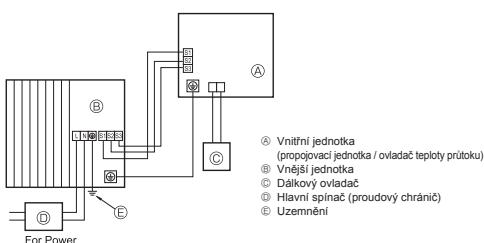
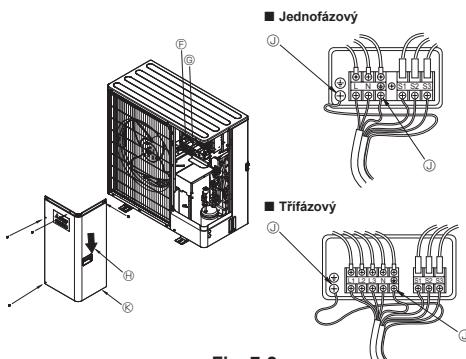

Fig. 7-1
Fig. 7-2
7.1. Vnější jednotka (Fig. 7-1, Fig. 7-2)
- Zapojte kabely podle Fig. 7-1 a Fig. 7-2